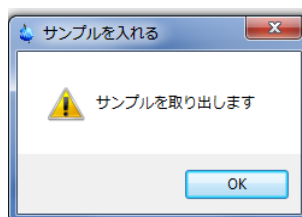

図 15. サンプルイジェクトを知らせるダイアログ。
b. 図 15 のようにサンプルのイジェクトを知らせるダイアログが開きます。OK をクリックします。サンプルエアーが出てマグネットにサンプルをロードできる状態になります。